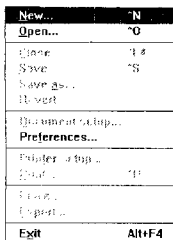

图2-2
(1) 用鼠标单击主菜单上的“File”选项,或按“Alt+F”键,屏幕上出现如图2-2所示的下拉菜单: